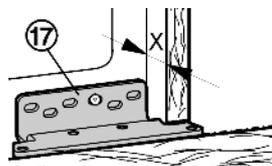

Fig. 31
- ▶ Mesurer l'écart (X) entre l'arête avant de la paroi latérale du meuble et l'appareil, en bas sur la charnière Fig. 31 (17).
- ▶ Mesurer à nouveau l'écart (X) entre l'arête avant de la paroi latérale du meuble et l'appareil, en bas sur la charnière Fig. 31 (17).